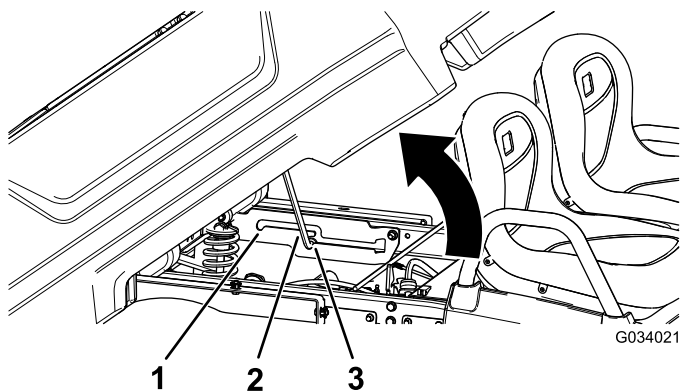

Figure 22
2. Engagez la béquille dans le cran de verrouillage pour bloquer le plateau en position de déchargement (Figure 22).
2. Engagez la béquille dans le cran de verrouillage pour bloquer le plateau en position d'entretien (Figure 22).
2. Sortez la béquille du cran de verrouillage (Figure 22).